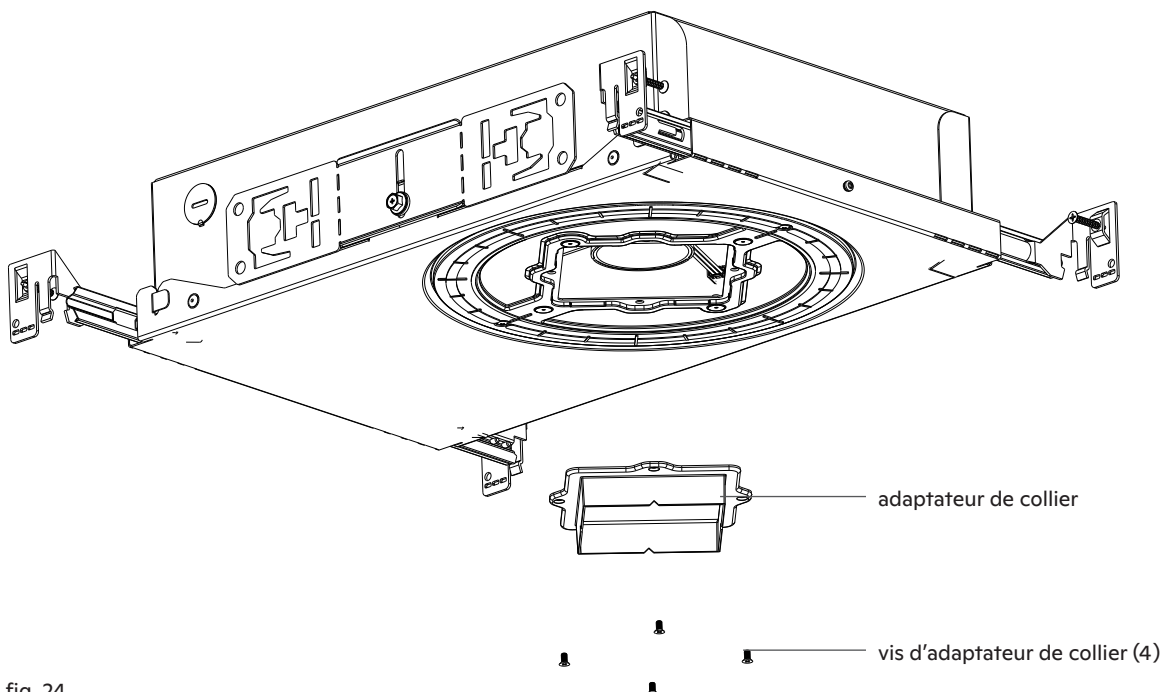

fig. 24
4. Installation ou remplacement de l'adaptateur de collier (voir fig. 24)